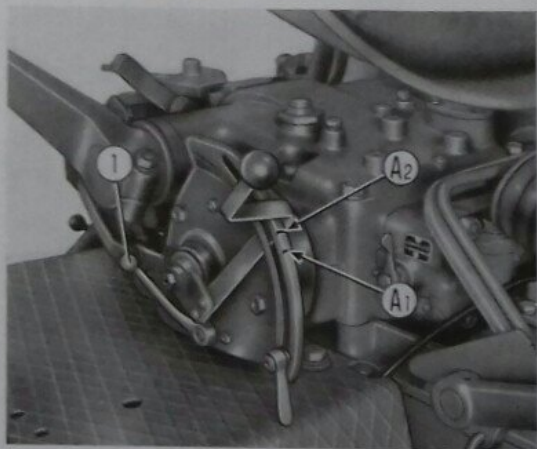

Fig. 49. - Verifica della sensibilità del sollevatore.
— Spostare gradualmente a colpetti la leva verso l'alto, fino a che inizia il sollevamento dei bracci. Segnare sul settore la nuova posizione della leva (**A₂**, fig. 49).
- Partendo dall'alto spostare la leva comando sollevatore a circa metà del suo settore e segnare, sulla periferia del settore stesso, la posizione della leva (A₁, fig. 49); attendere che i bracci si fermino.